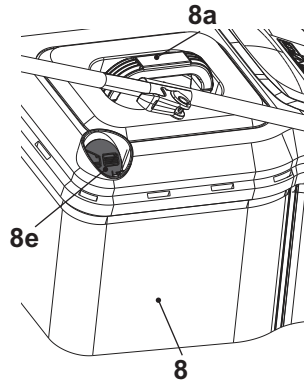

Fig. 14
2. Cuando la escotilla (8e) está cerrada, el recogedor de césped está lleno y se debe vaciar (Fig. 14).